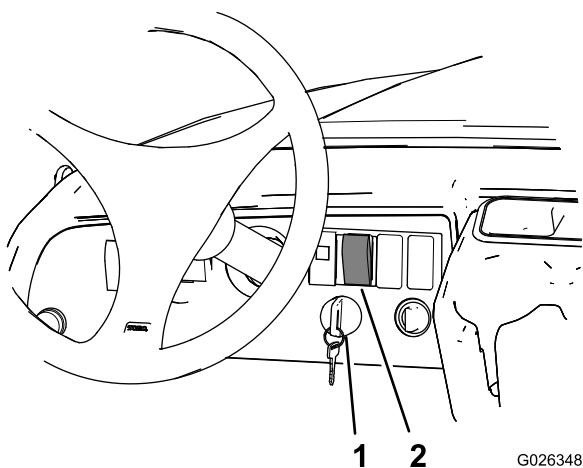

Рисунок 22
3. Поверните пусковой выключатель в положение «Вкл.» (Рисунок 22).
4. Нажмите верхнюю половину выключателя подъема грузового кузова и удерживайте, пока привод грузового кузова не выдвинется полностью (Рисунок 22).
5. Поверните пусковой выключатель в положение «Выкл.» (Рисунок 22).